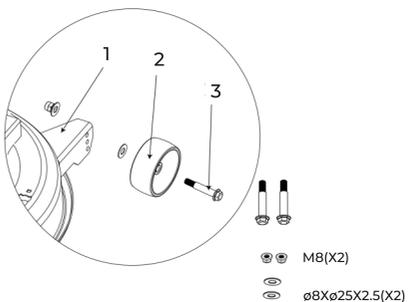

Рис. 12
6.11. Установка противоскользящих колёс (рис. 12)
· Установите противоскользящие колёса (рис. 12, поз 2) на корпус рамы (рис. 12, поз 1) с помощью болта (рис. 12, поз 3) и шайбы (ø8xø25x2.5), гайки (M8). Проредайте аналогичную операцию с другой стороны.